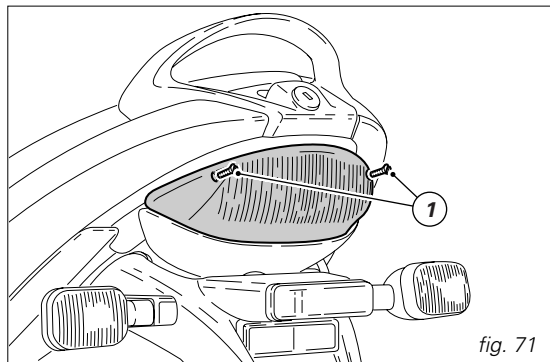
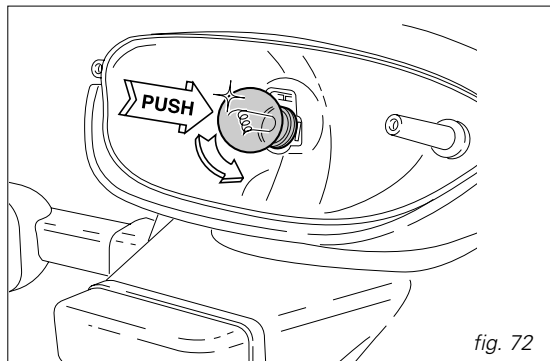

fig. 71
fig. 72
Para la sustitución de la bombilla de la luz de parada y de posición es necesario destornillar los dos tornillos (1, fig. 71) que fijan el transparente y desmontarlo. La bombilla dispone de un acoplamiento a bayoneta, para extraerla es necesario presionar y girar en sentido contrario a las agujas del reloj. Sustituir la bombilla y posicionarla nuevamente presionando y girando en sentido de las agujas del reloj hasta que se oiga el enganche en su alojamiento (fig. 72). Montar nuevamente el transparente y ajustar los tornillos (1).